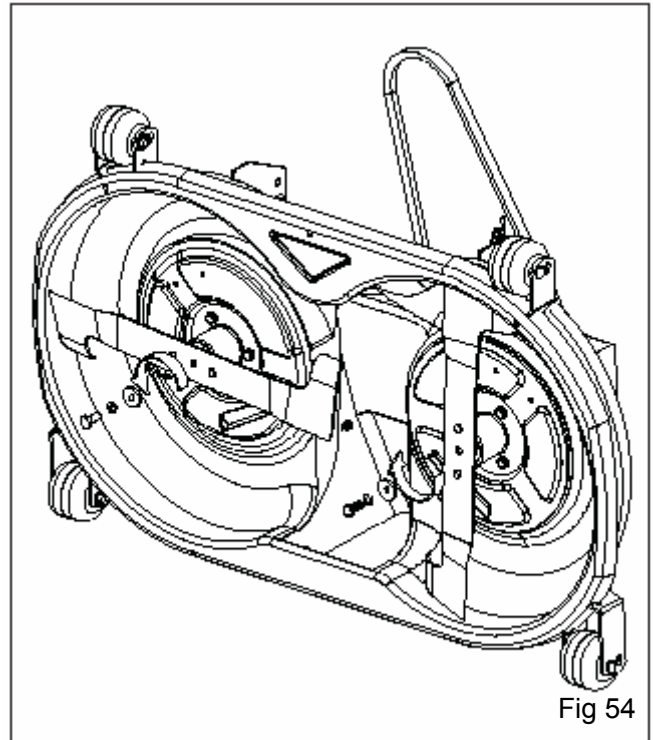

Fig 54
**AVERTISSEMENT** : Les lames font face l'une à l'autre avec un angle droit, et tournent dans la direction opposée. Lors de l'assemblage, conservez la position correcte (Fig 54)
5. Gardez la lame orientée vers le haut et vers l'intérieur du mécanisme de tonte. (Fig 54)